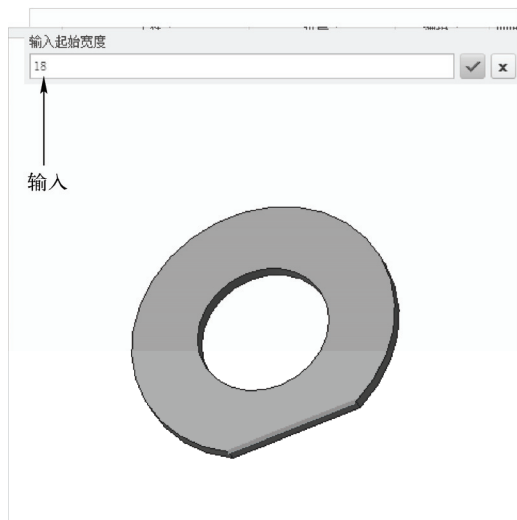

图 13-31 输入参数一
STEP 06 弹出“输入起始宽度”文本框, 输入“18”, 如图 13-31 所示。